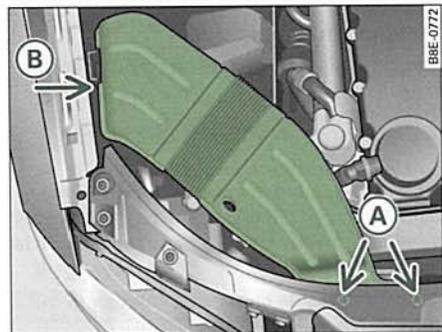

Fig. 246 Conducción de ventilación en el lado derecho del vehículo
- Desenrosque los tornillos **A** ⇒ fig. 246.